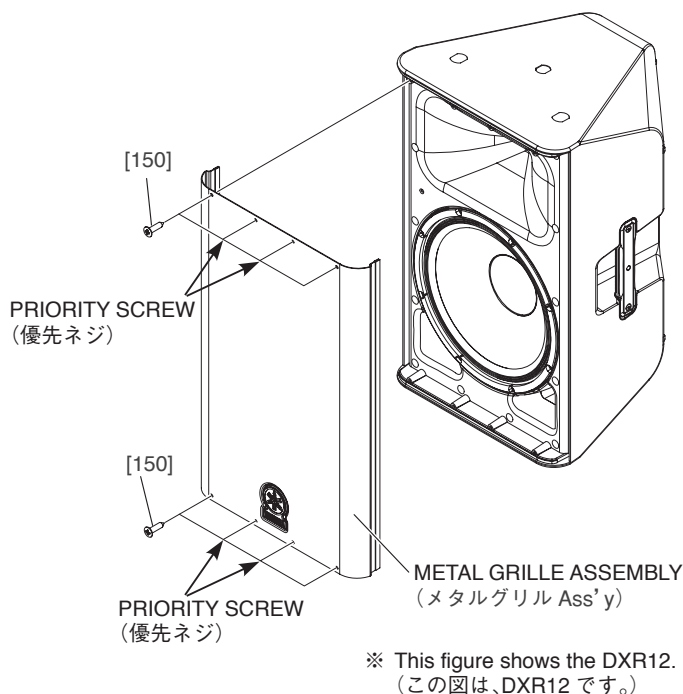

Fig. B-1 (図B-1)
B-1-1 Remove the eight (8) screws marked [150]. The metal grille assembly can then be removed. (Fig. B-1)
- * **When installing the metal grille assembly, first tighten the four (4) priority screws as shown in Fig. B-1.**
B-1-1 [150] のネジ 8 本を外して、メタルグリル Ass'y を外します。(図 B-1)
- ※ メタルグリル Ass'y を取り付けるときは、図に示す優先ネジ 4 本を先に締めてください。(図 B-1)